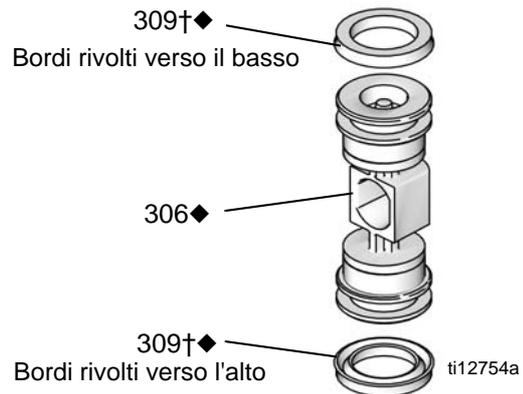

FIG. 7: Installazione della guarnizione a U della valvola pneumatica
2. Vedere FIG. 7. Lubrificare le guarnizioni a U (309†◆) e installare sul pistone (306◆) con i bordi rivolti verso il centro del pistone.